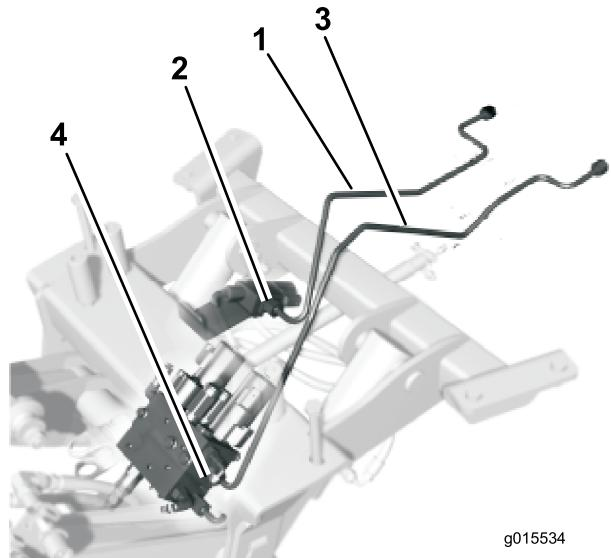

図 4
- 短い油圧チューブを、バルブの一文字フィッティングに仮接続する図 4。
- 長い油圧チューブを、マニホールドの一文字フィッティングに仮接続する図 4。
- 短い方の油圧チューブ・アセンブリ図4を走行コントロール・ロッドの周囲に配置する。